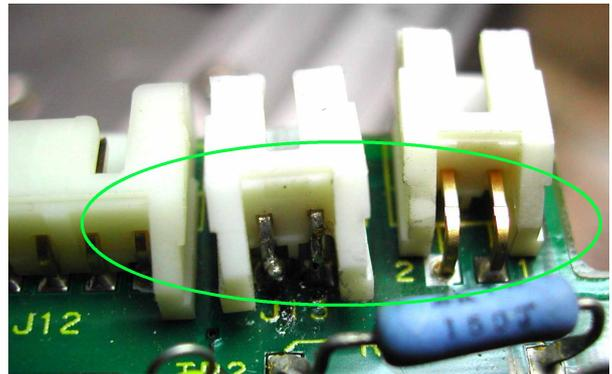

Abb. 2: Defekte Stecker
- b) Oszilloskop zeigt an Buchse REF OUT kein Signal. Ursache: Referenzoszillator erhält keine Spannung, weil Steckbuchse J8 wegen verrutschter Hülse des Steckers die Stifte nicht kontaktieren kann (Abb. 2, rechte Seite). Beim linken Stecker J13 war trotz eines offensichtlichen Reparaturversuchs ein Stift abgebrochen.